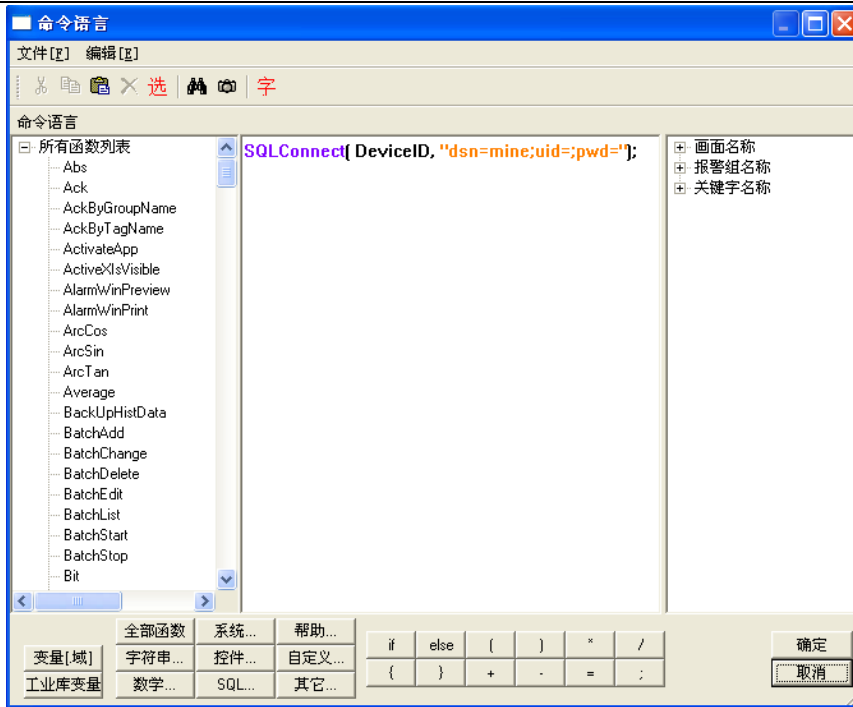

图 9-4 数据库连接命令语言
5、在按钮的弹起事件中输入如下命令语言，如图 9-4 所示。